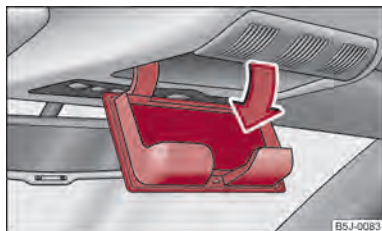

Fig. 70 Escotadura del revestimiento interior del techo: Compartimento guardagafas
- Presione la tapa del compartimento guardagafas; éste se abrirá hacia abajo ⇒ fig. 70.